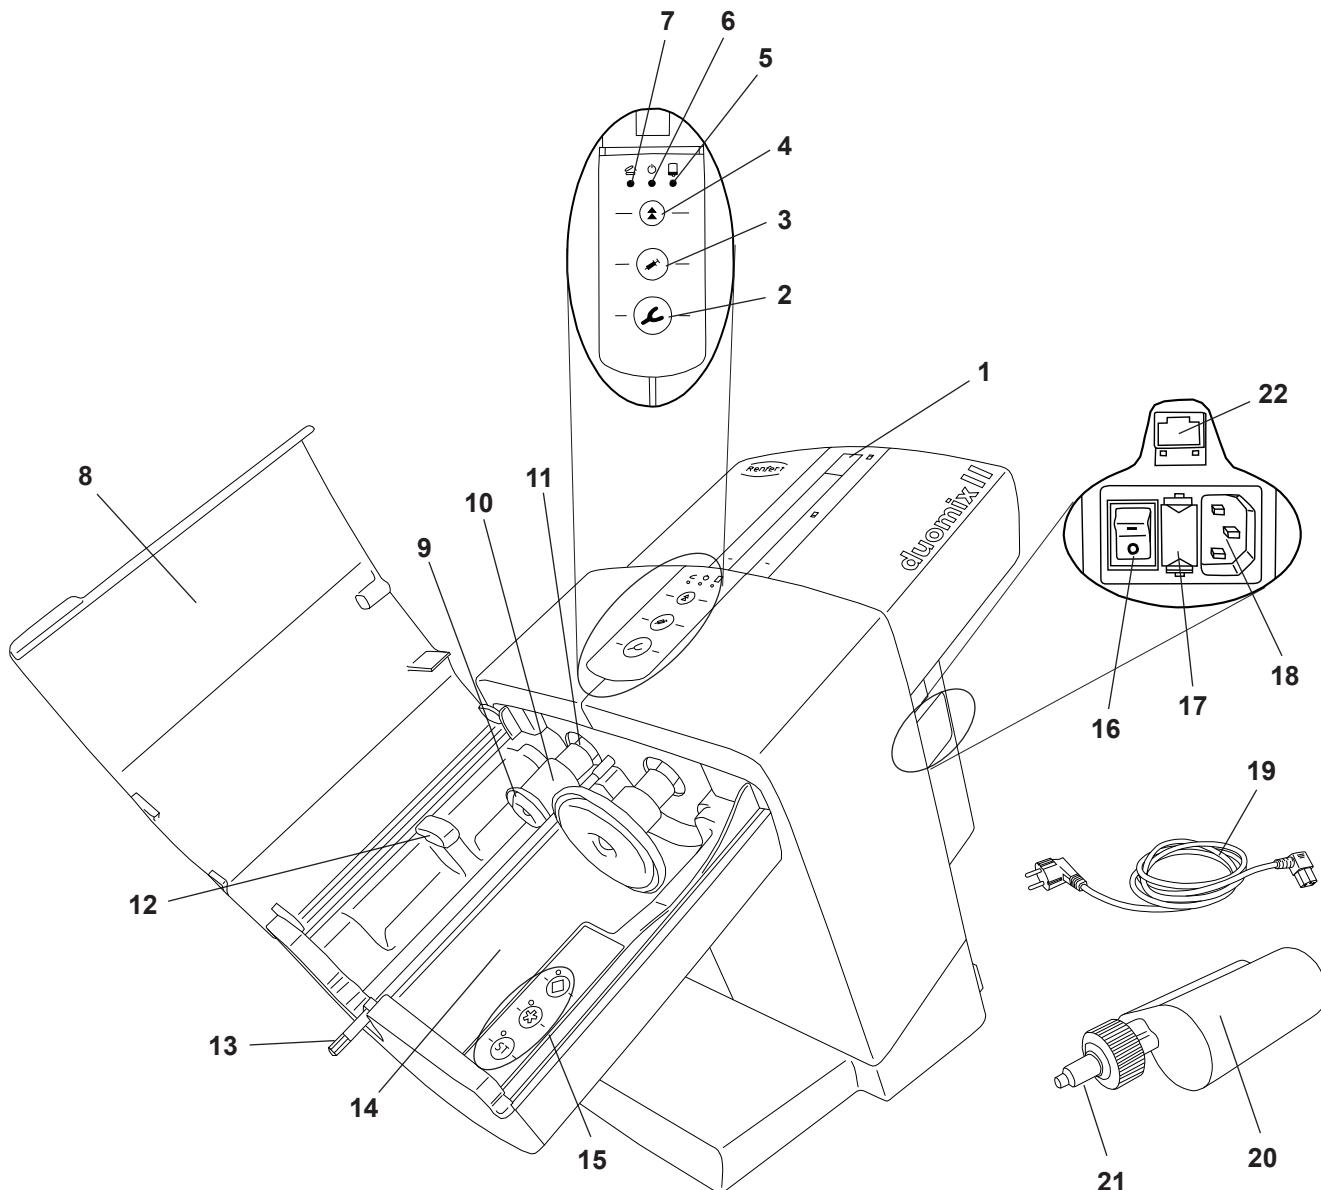

Fig. 1
- ⇒ Brancher le câble secteur livré (19, Fig. 1) dans le port d'alimentation électrique (18).
- ⇒ Allumer l'appareil en appuyant sur l'interrupteur d'alimentation (16).
- ⇒ Fermer le clapet de l'appareil (8, Fig. 1).
- ⇒ Appuyer sur la touche de retour en arrière (4).
- ◆ Les plateaux de pression (9, Fig. 1) retournent en position initiale et s'arrêtent.
- ⇒ Retirer la sécurité de transport (23).
L'insertion ainsi que le remplacement d'une cartouche ne peut se faire que si les plateaux de pression (9, Fig. 1) se trouvent en position initiale.
- ⇒ Ouvrir le clapet de l'appareil (8, Fig. 1).
- ⇒ Insérer la cartouche (20) dans l'appareil. Veillez à ce que la cartouche se trouve sous le taquet d'arrêt (12).
- ⇒ Appuyer sur la touche du programme de mélange (15), voir également le chapitre 5.1.1. Vous trouverez des indications relatives au programme de mélange sur la cartouche sous forme des symboles étoile (\*) ou carreau (◆). Les masses de prise d'empreinte qui ne portent pas ces symboles doivent être traitées avec le programme (ST).
- ⇒ Le clapet de l'appareil ne peut être fermé que si la cartouche est correctement insérée. Tant que le clapet de l'appareil n'est pas fermé correctement, la DEL rouge « Clapet de l'appareil ouvert » reste allumée (7, Fig. 1).
- ⇒ Appuyer sur la touche d'avancement (2) ou (3) et la maintenir enfoncée :
- porte-empreinte (2), vitesse d'extrusion élevée ou
- distributeur (3), faible vitesse d'extrusion.
- ◆ La tige de mélange est actionnée afin de permettre à l'extrémité hexagonale (13, Fig. 1) de s'enclencher automatiquement dans l'embout mélangeur (21, Fig. 1).